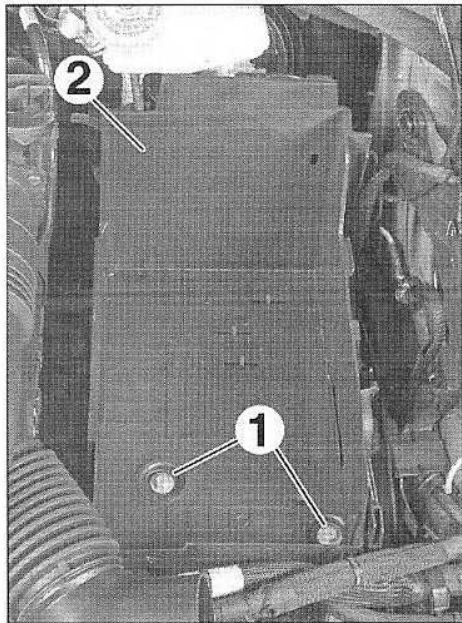
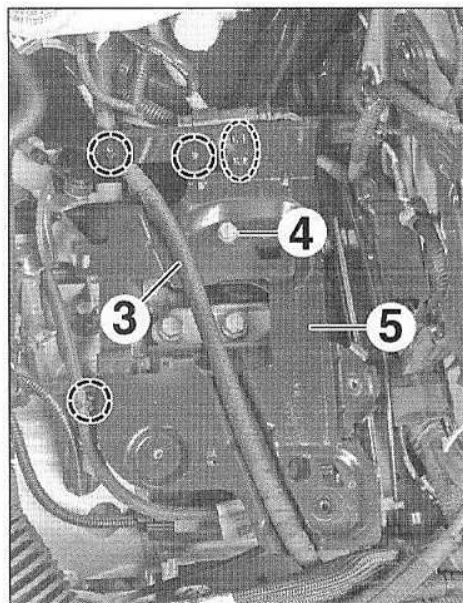
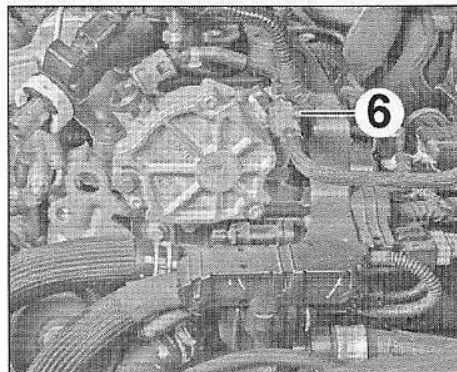

FIG.129
FIG.130
FIG.131
- Déposer (Fig.129) :
- les vis (1),
- le bac à batterie (2).
- Dégrafer et écarter les faisceaux attenants au support de batterie (Fig.130).
- Libérer le faisceau (3).
- la vis (4),
- le support de batterie (5).
- Débrancher le raccord (6) sur la pompe à vide (Fig.131).